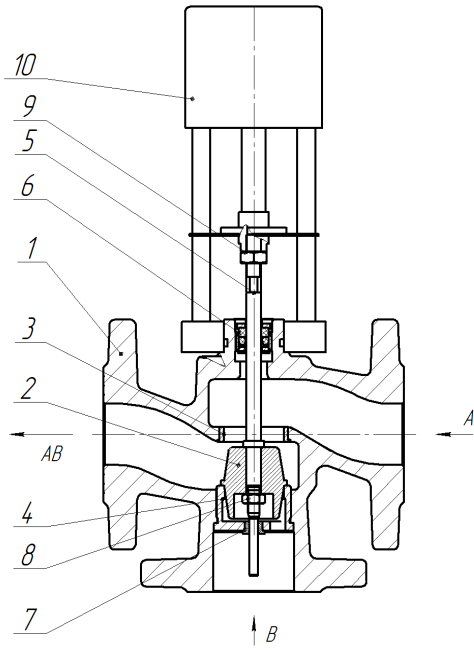

Рисунок 2. смесительный клапан DN 15 – 150. исполнение А.
3.1.2. Смесительный клапан (рисунок 2) состоит из следующих основных узлов и деталей: